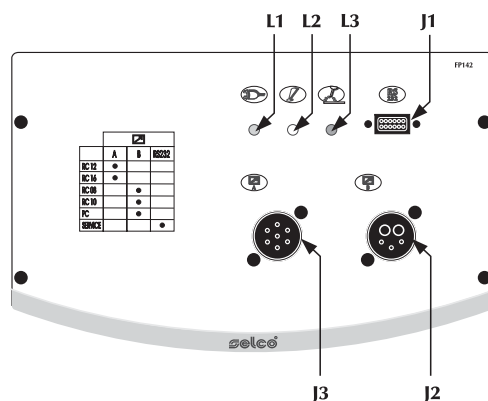

Fig.1
2.1.1 Pannello comandi frontale FP142 (Fig. 1)